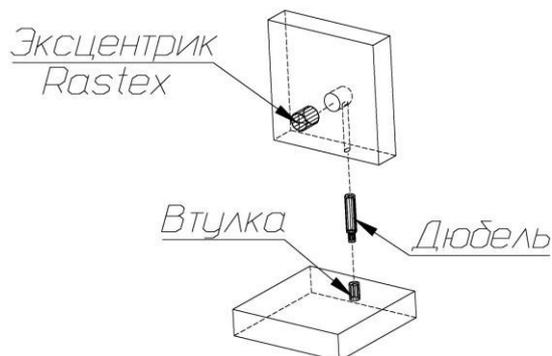

Рис. 1
1. В боковые стенки (3), (4) и перегородку (5) в имеющиеся отверстия установить эксцентрики, таким образом, чтобы стрелка была повернута в сторону отверстия в торце.
2. В установленные муфты эксцентриковых стяжек на крышке (2) и основании (1) ввернуть дюбели, в соседние отверстия установить шканты (рис.1).
3. Установить монтажные планки петель на боковые стенки (3) и (4) с помощью комплектных винтов.
4. Установить упоры для дверей на перегородку (5) с двух сторон.
6. Установить подпятники-гвозди на основание (1).